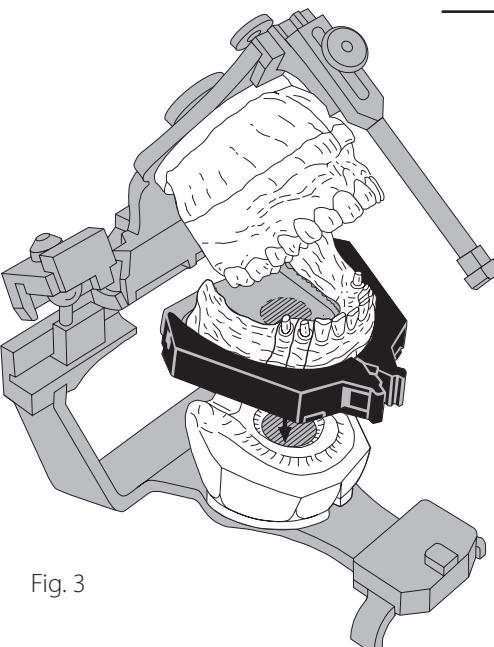

Fig. 3
4. Ta bort modellen från artikulatoren. Skrapa bort den prefabricerade distansen (Fig. 3).